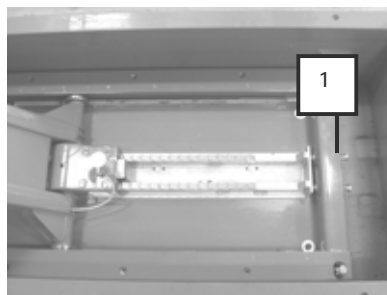

Fig.15
Controleer de uitlijning van de hefbrug dmv een waterpas in de verticale en horizontale positie. Om beide platformen op gelijke hoogte af te stellen kan dit m.b.v. de vergrendelvertanding (ref.1 Fig.15)